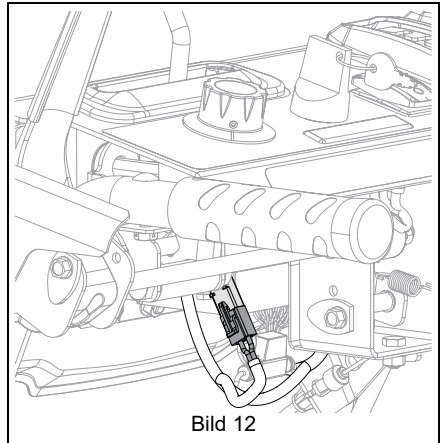

Bild 12
2. Se till att EFI-batteriet som sitter under kontrollpanelen är ansluten och fulladdat. Se Bild 12.